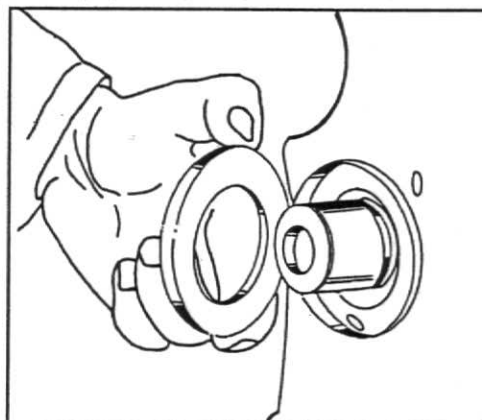

Fig. 10
2. Posicione o bloco com a superfície usinada superior para cima e monte a arruela de encosto da árvore de comando das válvulas, posicionando-a corretamente no pino guia, fig.10.